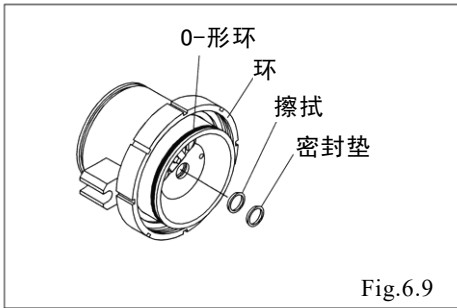

Fig.6.9
- 擦拭环上浸渍装配润滑油(油), 安装至本体。(Fig.6.9)
(参照『9. 装配润滑油(润滑脂) 涂抹要领』项) (Fig.6.9)
- 单边装上环和 O-形环。(Fig.6.9)